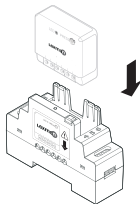

Imagen 2
3. Inserte el receptor en la caja para carril DIN, respetando el sentido de introducción del receptor (véase imagen 2). Compruebe que los bornes están desatornillados y asegúrese de no doblar las clavijas del interior de la caja.